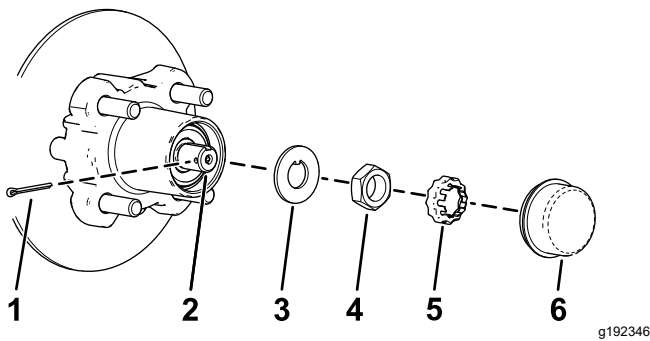
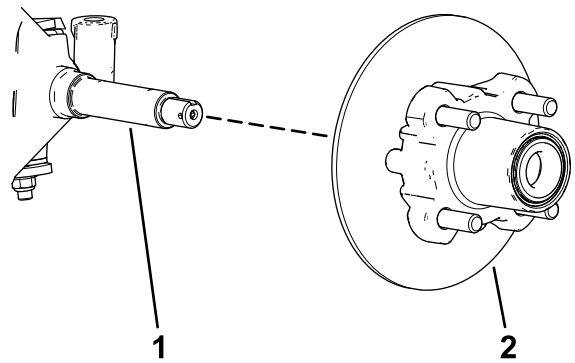

Bild 37
Bild 38
4. Nehmen Sie den Staubdeckel von der Radnabe ab (**Bild 37**).
5. Nehmen Sie den Splint und die Mutterbefestigung von der Spindel und der Spindelmutter ab (**Bild 37**).
6. Nehmen Sie die Spindelmutter von der Spindel ab und trennen die Radnabe und den Drehzylinder von der Spindel ab (**Bild 37** und **Bild 38**).